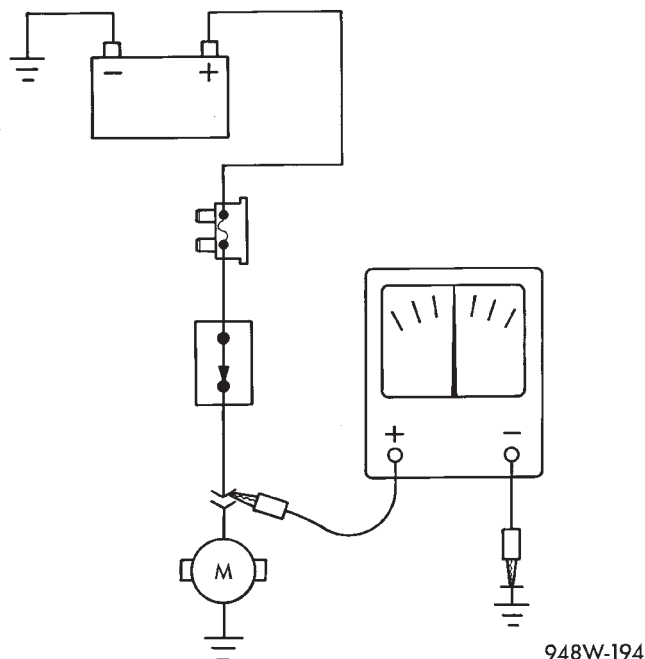

Fig. 6 Comprobación de potencial de voltaje
- (1) Conecte el conductor de masa de un voltímetro a una buena masa conocida (Fig. 6).
- (2) Conecte el otro conductor del voltímetro al punto de prueba seleccionado. Es posible que para verificar el voltaje sea necesario colocar el encendido en posición ON. Consulte el procedimiento de prueba apropiado.